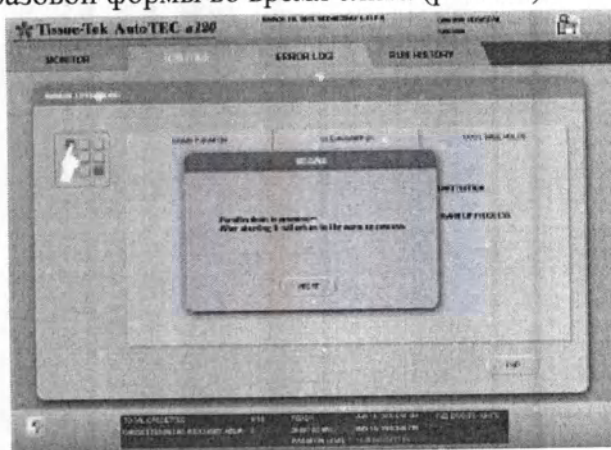

Рисунок 5Z
3. Подождите, пока прибор автоматически отключится. (Примерно 150 мл сольется) или нажмите команду ABORT (прервать) для немедленной остановки. Пользователи могут открыть дверцу базовой формы во время слива (рис. 5Z).